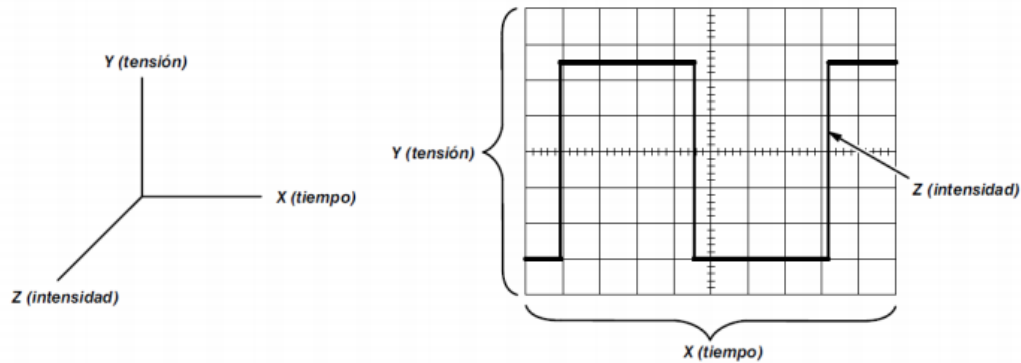

Figura 1. Componentes X, Y y Z de una forma de onda en pantalla.
El osciloscopio es básicamente un dispositivo que grafica una señal eléctrica. En la mayoría de las aplicaciones, el gráfico muestra cómo cambia una señal a medida que transcurre el tiempo: el eje vertical (Y) representa la tensión eléctrica y el horizontal (X) representa el tiempo. La intensidad o luminosidad de la visualización a veces se llama eje Z (ver figura 1). Este gráfico sencillo puede decir mucho sobre una señal. Por ejemplo, a través del análisis de éste podemos determinar: